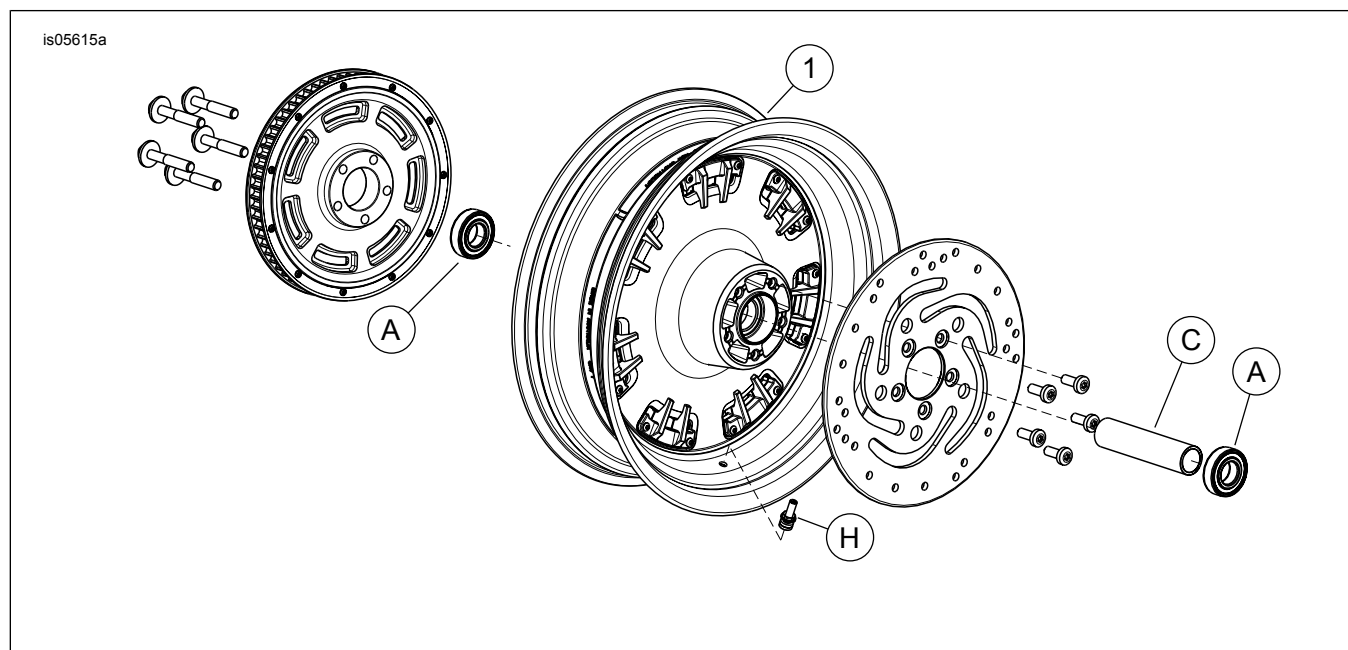

Figura 1. Piezas de servicio: Rueda trasera Fang
2. Vea Figura 1. Instale el conjunto del vástago de la válvula (H) en la rueda. Vea el Manual de servicio.